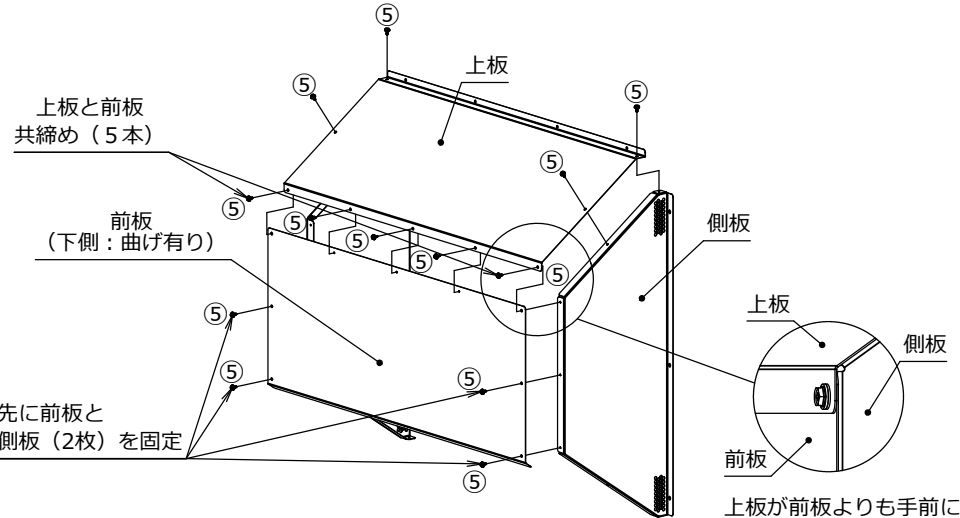

図3
③-1.吸込口側背面の組立 (図3)
- (1) 前板と側板(2枚)の下側と中央を⑤ワッシャー付六角タッピンねじ(4本)で固定します。
(2) 上板を(1)に⑤ワッシャー付六角タッピンねじ(9本)で固定します。